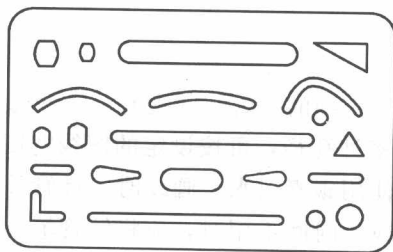

图 1-14 擦线板
② 擦线板。如图 1-14 所示，专门用来擦去错了的图线或字与符号。